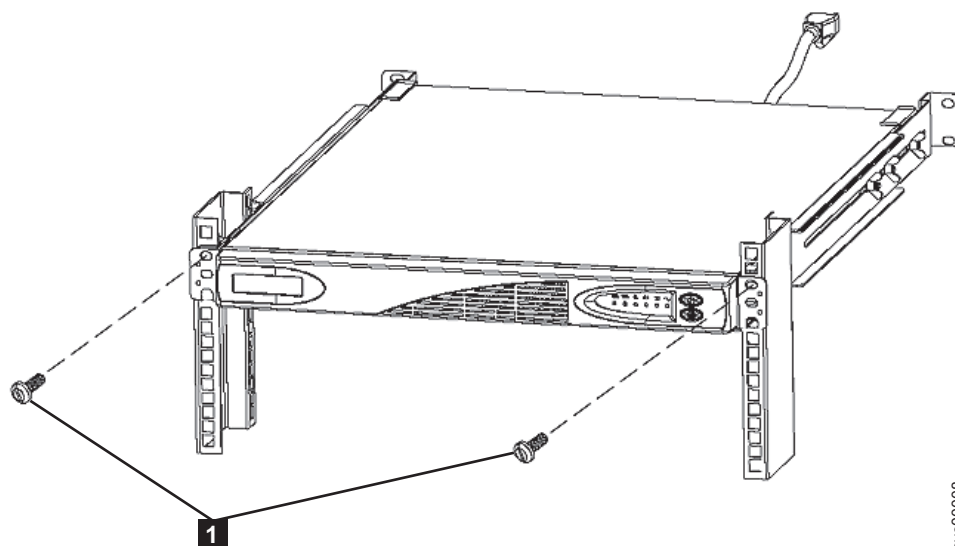

図 120. 2145-1U 無停電電源装置の取り付けねじの取り外し
9. 2145 UPS-1U の前面で、2 つの取り付けねじを取り外します。図 120の **1** を参照してください。